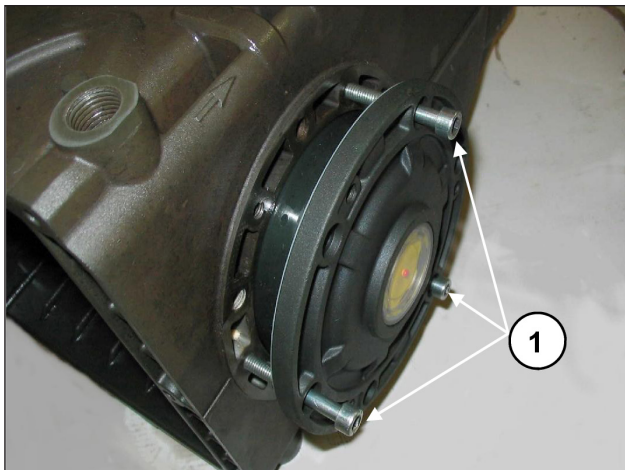
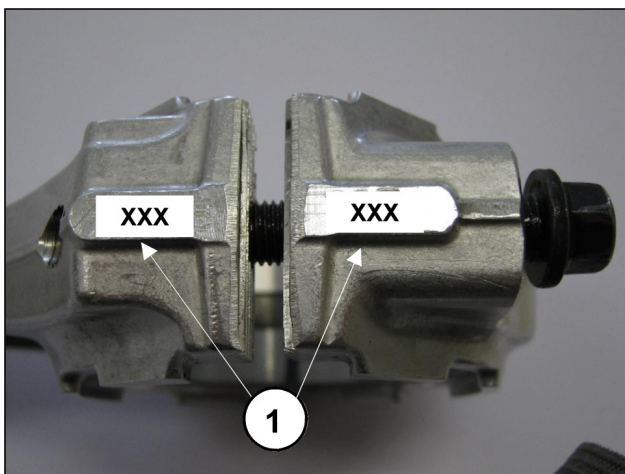

Рис. 8
Рис. 9
Для упрощения введения первого участка и запрессовки крышек на картере рекомендуется использовать 3 винта М6 х 40 с неполной резьбой, (Рис. 8, поз. ①), а затем завершить операцию с помощью винтов (М6х18), которые входят в комплект поставки.
- Соедините головки шатуна с соответствующими стержнями, руководствуясь номерами (Рис. 9, поз. ①).
Для приближения двух боковых крышек к картеру можно использовать 3 винта М6х40 для первой фазы ориентации, как показано на Рис. 8, и винты, предусмотренные для окончательного закрепления.
После снятия боковых крышек, как указано в п. 2.1.1, снимите внешнее кольцо подшипников из соответствующих крышек и внутреннее кольцо вместе с оставшейся частью подшипника с обоих концов вала с помощью обычной выколотки или подобного инструмента, как показано на Рис. 8 и Рис. 9.